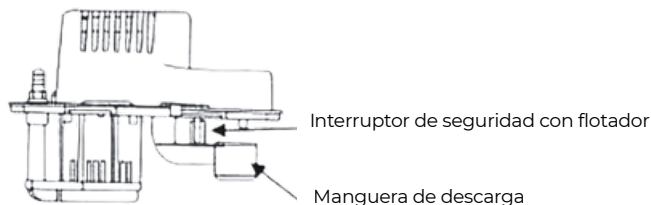

Figura 6
2. Retira la tapa superior quitando los tornillos (ver Figura 6).
La bomba debería comenzar a funcionar automáticamente (ver Figura 6).